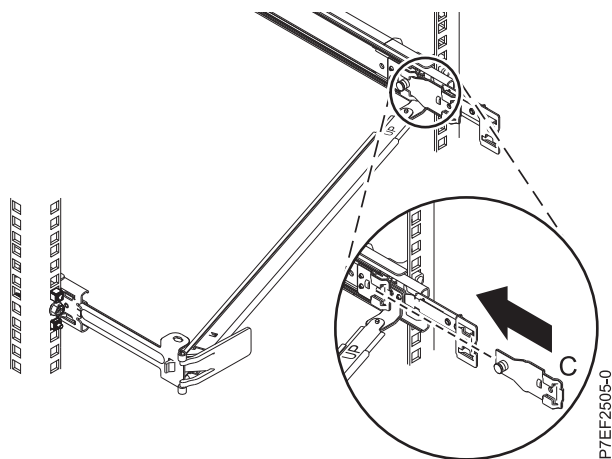

図 13. 取り付け金具をスライド・レールに取り付ける
6. ケーブル・マネージメント停止ブラケット (B) を右側スライドの内側のスロットに取り付けます。停止ブラケット (B) をスライド・レールに滑り込ませ、バネ式のピンが所定の位置に収まるまでスライドさせます。詳しくは、11 ページの図 13 を参照してください。